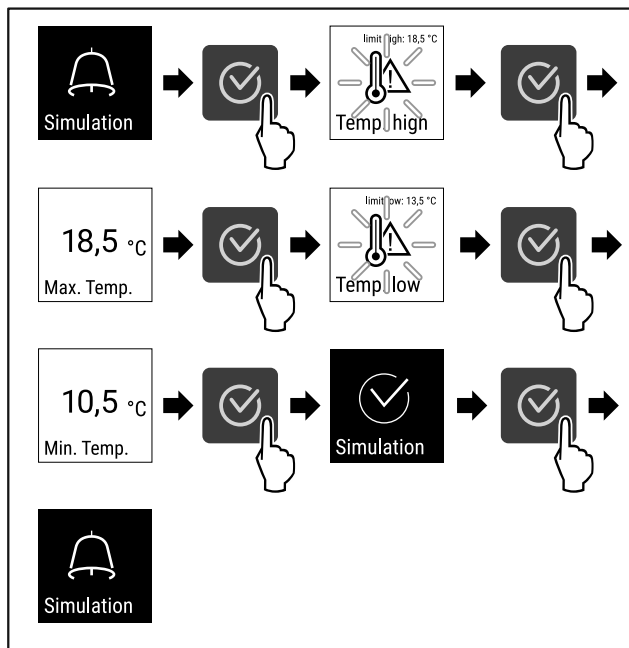

Fig. 108
- ▶ Провести етапи операцій (див. Fig. 108) .